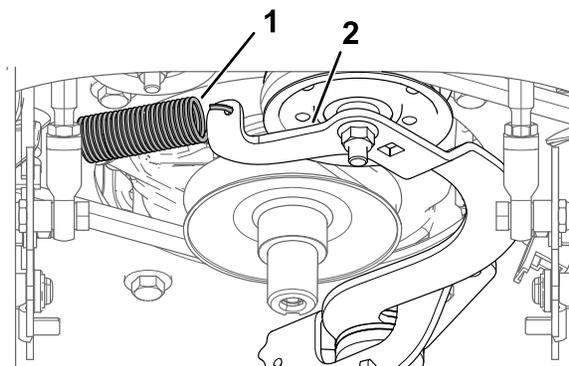

図 58
- 6. アイドラームの四角い穴にドライブラチェットを差し込んでベルトの張りをなくす 図 58。
- 10. スプリングアンカーにスプリングを取り付ける。ドライバをゆっくりとスプリングに張りを掛け、イドラプーリにベルトを掛ける 図 58。